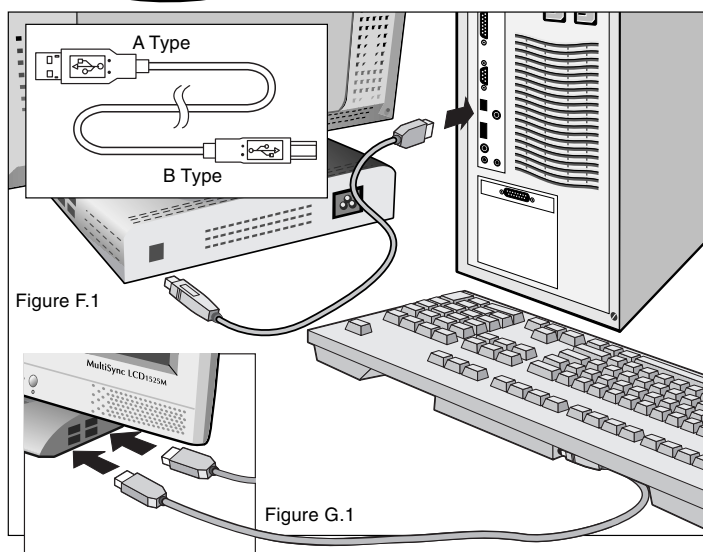

Figure F.1
6. A l'aide du câble USB, raccordez la prise de type B au port USB en amont à l'arrière du moniteur à la prise de type A en aval de l'ordinateur (Figure F.1). Si vous utilisez le câble à partir du port USB, utilisez un des ports en aval sur le côté du moniteur (Figure G.1).